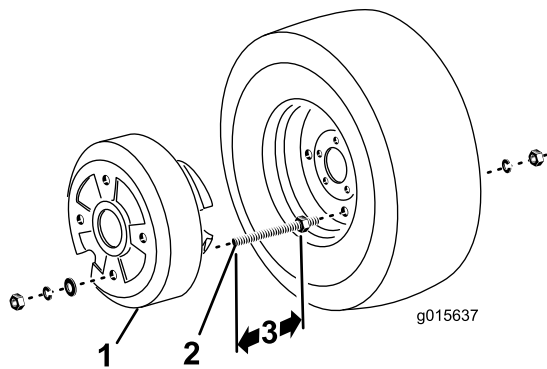

Figura 24
2. Añada 9,84 cm a la medida en el paso 1. Es la dimensión "A" en Figura 24.
4. Inserte las varillas roscadas a través de los dos taladros opuestos en la llanta y sujételas con arandelas de freno ($\frac{1}{2}$ ") y tuercas hexagonales (Figura 24).
5. Coloque el peso de las ruedas sobre los extremos de las varillas roscadas y sujételos con las arandelas planas, las arandelas de freno y las tuercas hexagonales (Figura 24).